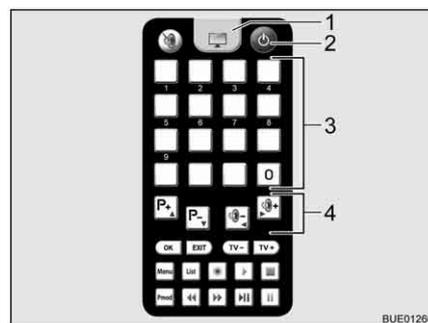

Fig. 35 Mando a distancia del televisor
- Pulsar la tecla "☰" (Fig. 35,2) del mando a distancia para el televisor. La instalación conmuta al modo de búsqueda. Suena un pitido permanente.
- Para cambiar a la recepción de televisión, pulsar la tecla de televisión (Fig. 35,1) del mando a distancia para el televisor. El pitido cesa. Aparece una imagen en la pantalla.
- Seleccionar la emisora deseada con las teclas de memoria (Fig. 35,3) del mando a distancia para el televisor o con las teclas de función (Fig. 35,4).